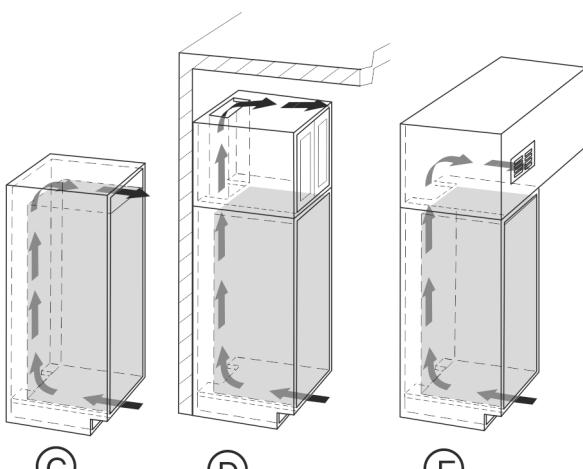

Fig. 4
- La sezione di aerazione superiore può essere realizzata direttamente sopra l'apparecchio con una griglia di ventilazione opzionale Fig. 4 (C), in prossimità del soffitto sopra il mobile Fig. 4 (D) oppure come apertura di scarico in una contro soffittatura Fig. 4 (E).